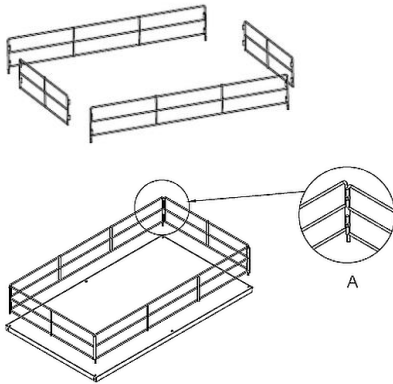

Fig. 1
1. Montera först racket till den översta hyllan. Anslut racket med spärrar (fig. 1 A).